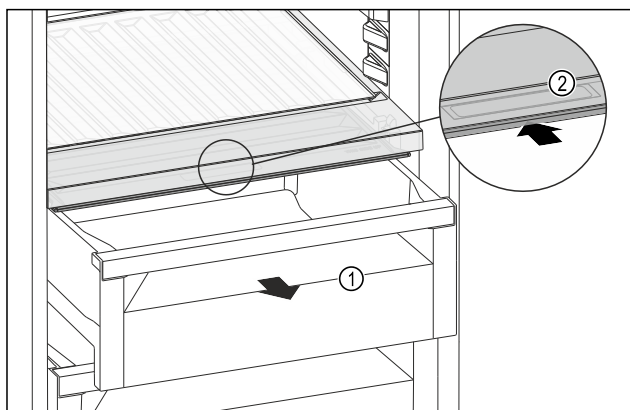

Fig. 175
- ▶ Витягніть висувний ящик Fig. 175 (1).
- ▶ Візьміться за потайну ручку Fig. 175 (2) на кришці відділення й одночасно посуньте кришку відділення назад.